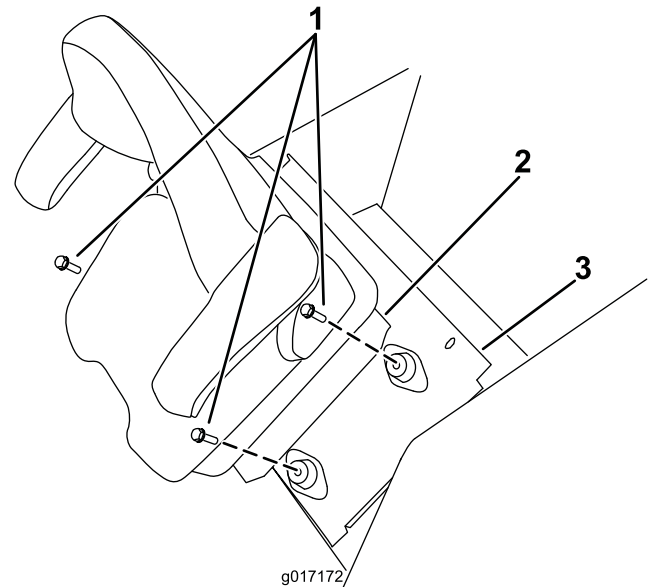

Figura 2
6. Remova as fixações que prendem a base do banco às montagens e placa do banco. Eleve o banco e base do banco da máquina (Figura 2).